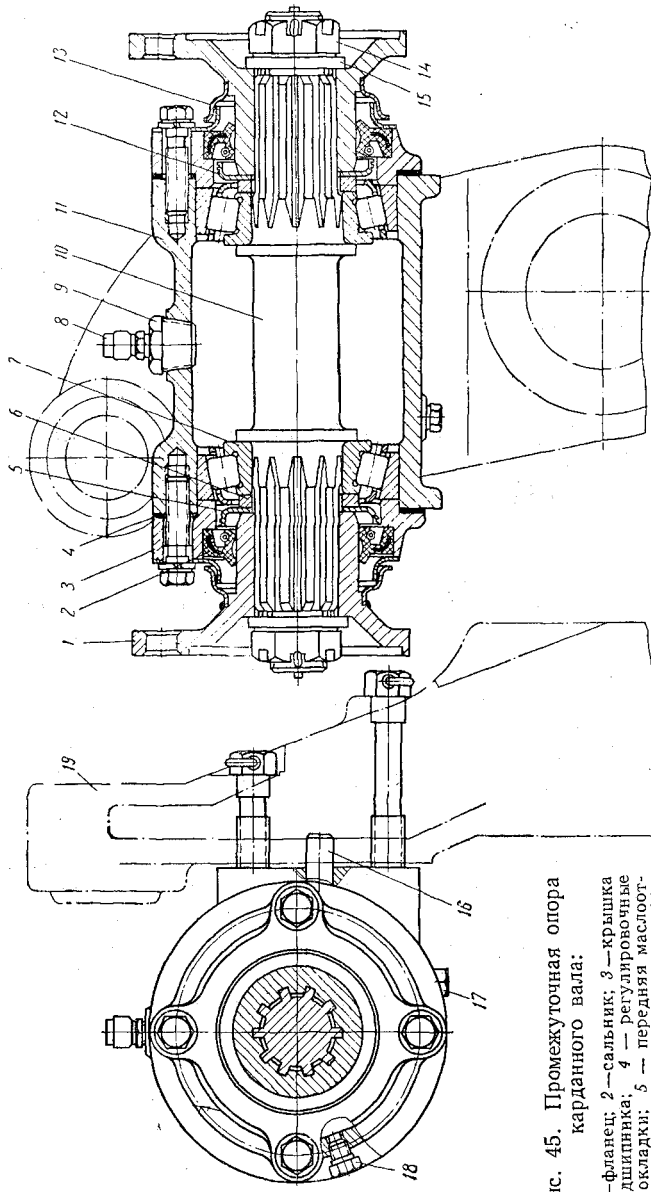

Рис. 45. Промежуточная опора карданного вала:
**Промежуточная опора** (рис. 45) карданного вала заднего моста укреплена на верхнем реактивном рычаге 19, приваренном к кожуху полуоси среднего моста. Вал 10 промежуточной опоры установлен в картере 11 на двух конических роликовых подшипниках 7.
6. Поддерживать необходимый уровень масла в корпусе промежуточной опоры (см. рис. 45), который должен соответствовать нижней кромке контрольного отверстия.